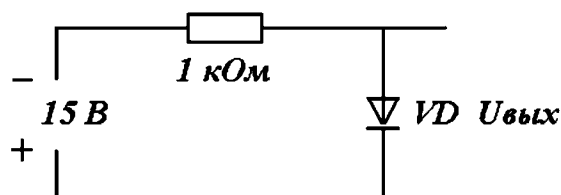

Рис. 2.59. Схема к задаче 4
4. Идеализированный диод включен в схему на рис. 2.59.